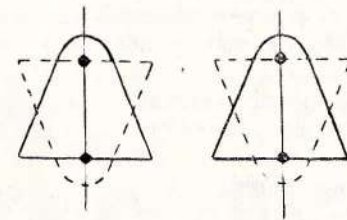

Рис. 25
10.1.4. Наблюдая через смотровое окно, установите центр лампы в плоскость среза отражателя вращением рукоятки совместного перемещения лампы и контротражателя вдоль оси. Закройте дверцы фонаря, зажгите ксеноновую лампу. Перемещая лампу вдоль оси, добейтесь на контрольном экране фонаря правильного изображения разряда лампы (рис. 25, см. основной контур).
с контротражателем. Переместите оправу 155 с контротражателем влево до упора и зажмите винт 161. Перемещайте стойку с контротражателем вращением регулировочных маховичков до совпадения плоскости среза контротражателя с центром лампы. Включите лампу и, перемещая контротражатель в вертикальном, горизонтальном и осевом направлениях, добейтесь на контрольном экране совпадения двух прямых изображений разряда лампы с изображениями, даваемыми контротражателем (см. рис. 25, пунктирный контур). Изображения, даваемые контротражателем, менее яркие и четкие.